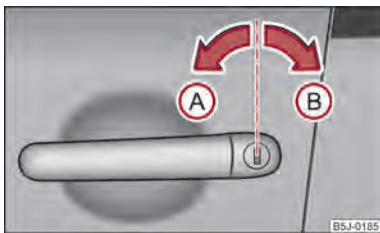

Fig. 12 Sensi di rotazione della chiave per l'apertura e la chiusura
- Ruotare la chiave nel cilindro di chiusura della porta lato guida in direzione di guida (posizione di sbloccaggio) **A** ⇒ fig. 12.
- Ruotare la chiave nel cilindro di chiusura della porta lato guida in direzione opposta alla guida (posizione di bloccaggio) **B** ⇒ fig. 12.